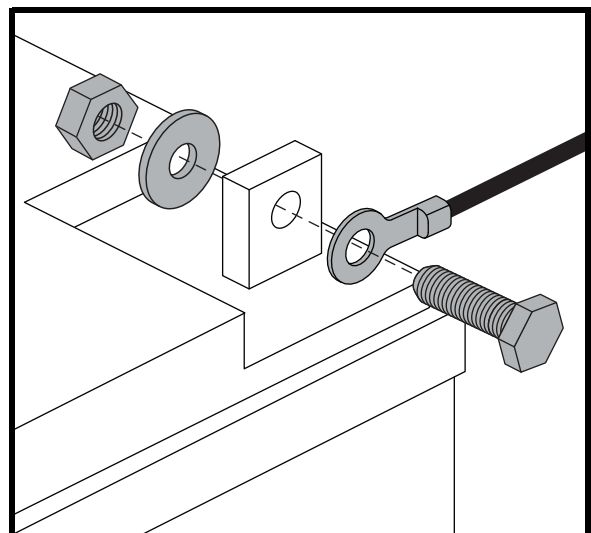

Abb. 13. Befestigungselemente für den Batterieanschluss
4. Trennen Sie die Batterienkabel von den Batterienanschlüssen, indem Sie die Anschlusskippchen zurückschieben und die Mutter abschrauben. **Siehe Abb. 13.**